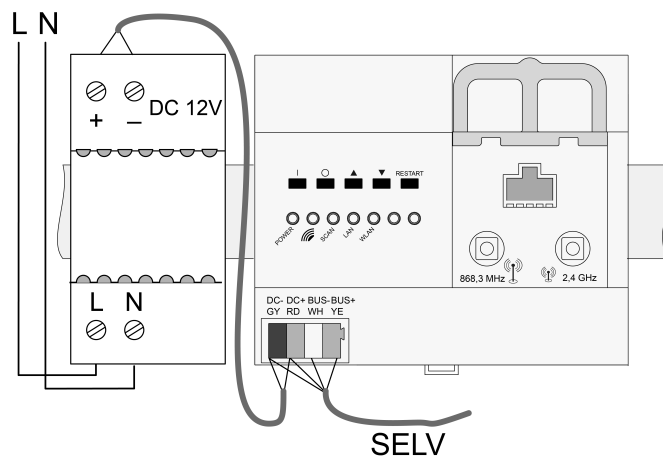

Figura 3: Schema di collegamento
- Collegare l'apparecchio come da schema di collegamento (Vedi figura 3).